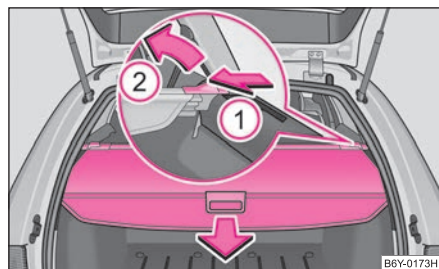

Fig. 60 Coffre à bagages:
- Tirez la tablette du coffre à bagages dans le sens de la flèche ⇒ fig. 60.
- La tablette de coffre peut être démontée en cas de transport d'objet encombrant. Appuyez sur le curseur en partant du côté et en direction de la flèche ① 1 et sortez la tablette de coffre dans le sens de la flèche ② 2.
Si vous souhaitez utiliser la totalité du coffre à bagages, vous pouvez enlever le cache du coffre à bagages ⇒ page 63, fig. 60.